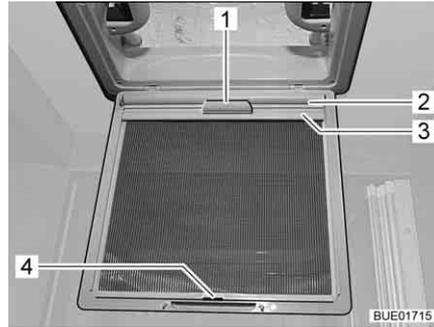

Bild 79 Verdunklungsrollo
- Verdunklungsrollo (Bild 79,2) am Griff (Bild 79,1) herausziehen und Halteleiste (Bild 79,3) in den Haken (Bild 79,4) am Insektenschutz einhängen.
- Halteleiste (Bild 79,3) vom Haken (Bild 79,4) lösen und Verdunklungsrollo (Bild 79,2) am Griff (Bild 79,1) langsam zurückführen.